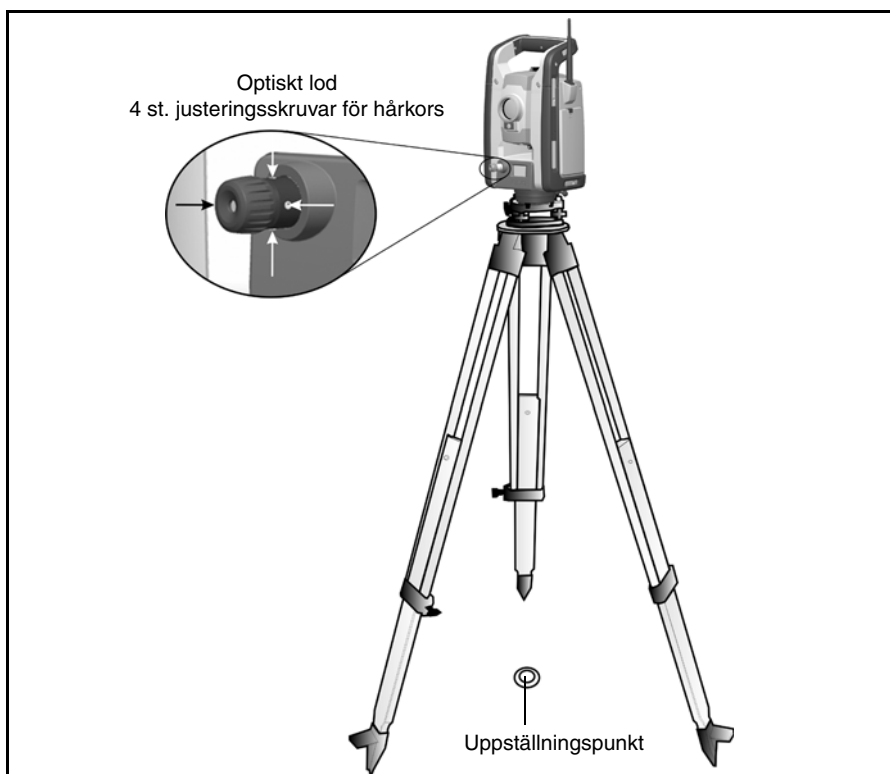

Bild 4.33 Kalibrering av optiskt lod
1. Ställ upp instrumentet och horisontera det över en uppställningspunkt så att stativhöjden är 1,5 m ( $\pm 0,1$  m). Bild 4.33